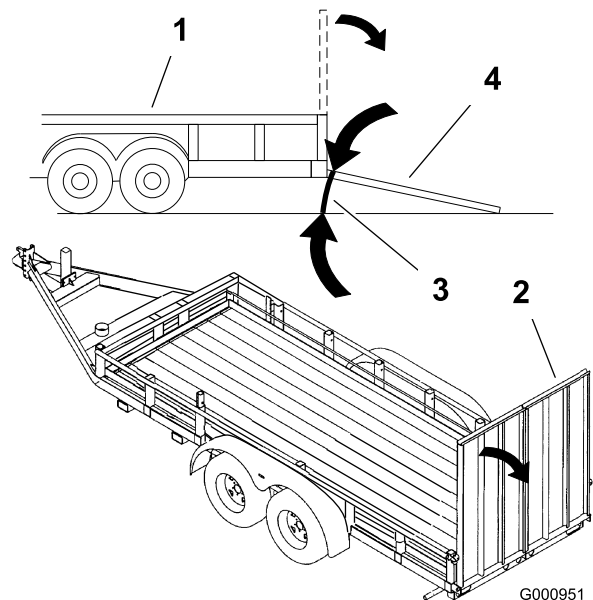

Figure 55
- Il est préférable d'utiliser une rampe d'une seule pièce qui dépasse de chaque côté des roues arrière, plutôt que des rampes individuelles pour chaque côté de la machine (Figure 55). Lorsque la plate-forme est abaissée et verrouillée en position, elle doit dépasser à l'arrière entre les roues arrière, et empêche ainsi la machine de basculer en arrière. La rampe d'une seule pièce constitue une surface d'appui pour la plate-forme au cas où la machine bascule en arrière. Lorsque la plate-forme est relevée, une rampe d'une seule pièce constitue une surface sur laquelle vous pouvez marcher derrière la machine.
- La rampe doit être suffisamment longue pour que les angles n'excèdent pas 15 degrés (Figure 55). Si l'angle est supérieur, le châssis peut se coincer lors du transfert de la rampe à la remorque ou au camion. La machine risque en outre de basculer en arrière. Si vous vous trouvez sur ou près d'une pente, placez la remorque ou le camion en aval et la rampe en amont. Cela minimisera l'angle de la rampe. La remorque ou le camion doit être aussi de niveau que possible.
7. Servez-vous des points d'attache de la machine pour arrimer solidement la machine sur la remorque ou le véhicule de transport au moyen de sangles, chaînes, câbles ou cordes (Figure 55).